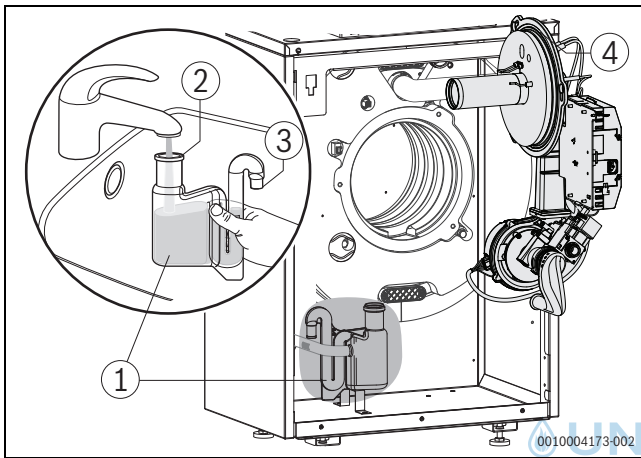

Bild 76 Siphon reinigen
- ▶ Vor Brennermontage den richtigen Sitz des O-Rings (→ Bild 76, Seite 50[4]) überprüfen und ggf. korrigieren.